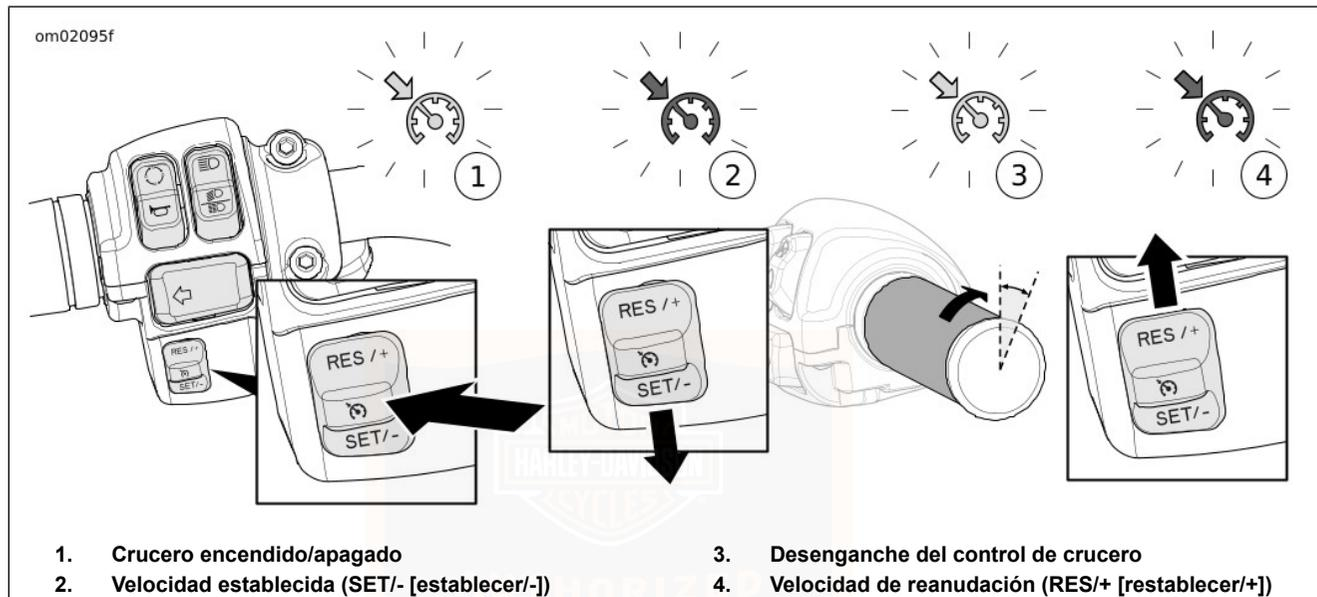

Figura 20. Control de crucero
Vea Figura 20. Presione el interruptor de crucero para habilitar el control de crucero (1). Cuando está activado, el ícono del control de crucero de la carátula del velocímetro se ilumina en ámbar.
Vea Figura 20. Cuando la motocicleta alcanza la velocidad deseada, presione el interruptor SET/- (establecer/-) hacia abajo para fijar la velocidad de crucero (2). El ícono ámbar de crucero cambia a verde.
Vea Figura 20. Para interrumpir la velocidad de crucero, gire el acelerador hasta que se trabe a través del interruptor de giro (3).
Vea Figura 20. Si el crucero se ha interrumpido pero el indicador de crucero está en color ámbar, cuando se presiona el interruptor RES/+ (restablecer/+) se reanuda el crucero (4). El ícono se iluminará en verde. La motocicleta reanuda automáticamente la velocidad crucero configurada.